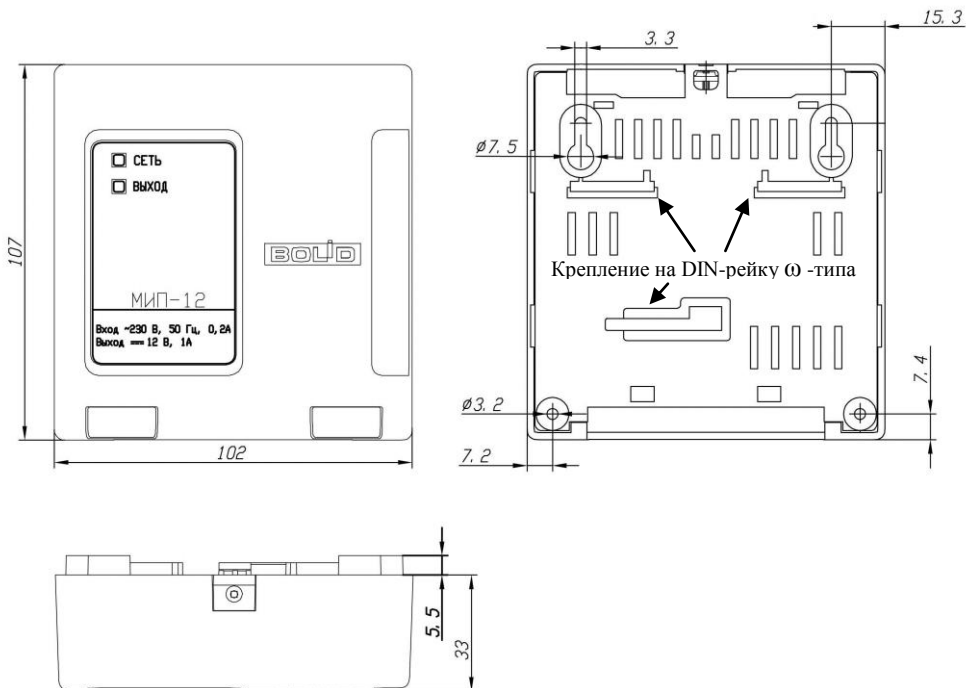

Рис. 2
2.2.2.2 Установка МИП на DIN-рейку производится при помощи специального крепления  $\omega$ -типа (Омега), расположенного на основании корпуса (см. рис.2).